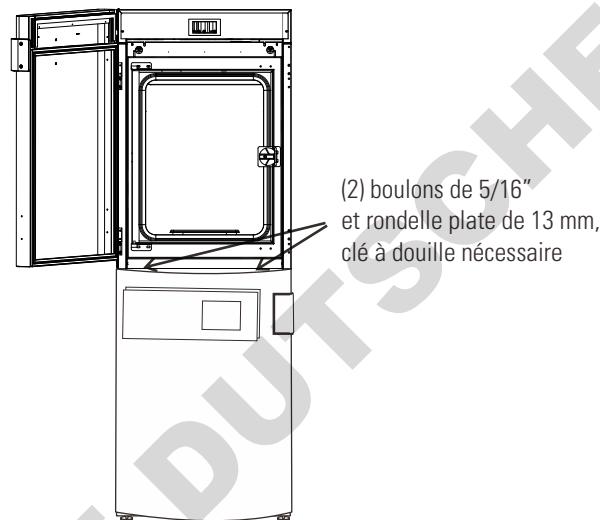

Figure 1-5. Alignement des trous et des vis
5. Alignez les côtés des deux unités et faites glisser celle du haut vers l'avant jusqu'à ce que les fentes à sa base soient alignées sur les boulons d'empilement de 5/16"-18 insérées sur le haut de celle du bas (Figure 1-5).